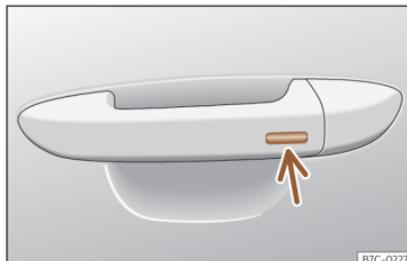

Fig. 86 Maniglia della porta: superficie sensibile.
- Tenere un dito per alcuni secondi sulla superficie sensibile di blocco»» fig. 86 (freccia) della maniglia della porta per chiudere il tettuccio. Se si smette di toccare la superficie sensibile si interrompe la funzione di chiusura.